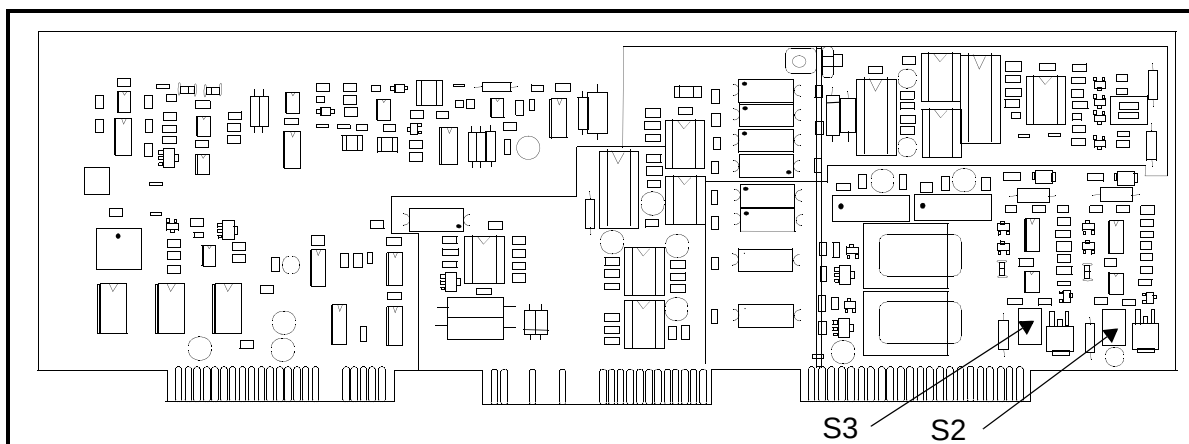

Figure 2-15: Carte de canal - Emplacement de S2 et S3
1. Localisez les blocs-commutateurs S2 et S3 (cf. Figure 2-15, page suivante). Le bloc-commutateurs S2 commande le signal de sortie pour l'enregistreur A et le bloc-commutateurs S3 commande le signal de sortie pour l'enregistreur B.